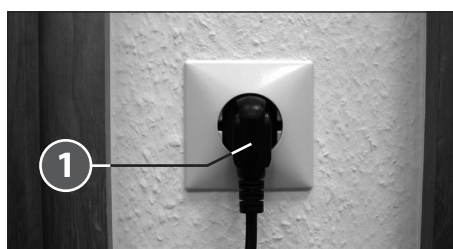

fig. 2
- Raccorder l'appareil au réseau électrique à l'aide de la fiche secteur (1) (fig. 2) (voir les indications concernant le fusible auxiliaire requis pour la prise secteur dans les « CARACTÉRISTIQUES TECHNIQUES »).
- 1 = Fiche secteur (fig. 2)**